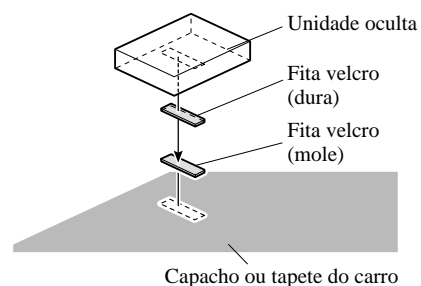

Fig. 9
- **Instale a unidade oculta com a fita velcro. (Fig. 9)**